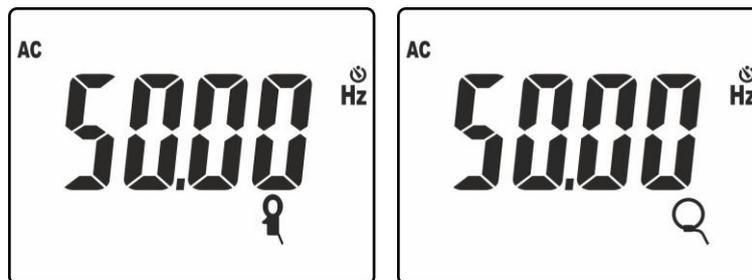

Fig. 38: Risultato misura di frequenza con pinza standard e flessibile
9. Premere il tasto **MODE/MXMNPK** per visualizzare il valore della frequenza della corrente AC con risoluzione elevata (vedere Fig. 38)